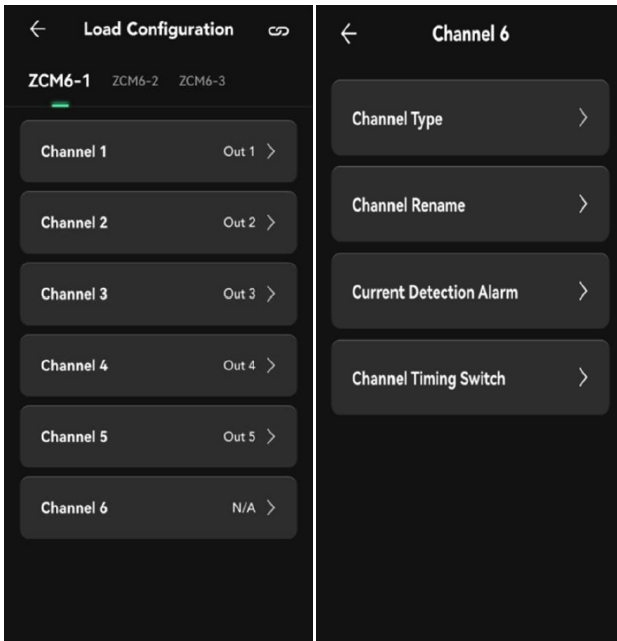

Figure 15: Configuration de charge
- Les utilisateurs peuvent configurer chaque canal de charge séparément, cliquez pur accéder à chaque interface de configuration du canal, comme indiqué à la figure 15 :